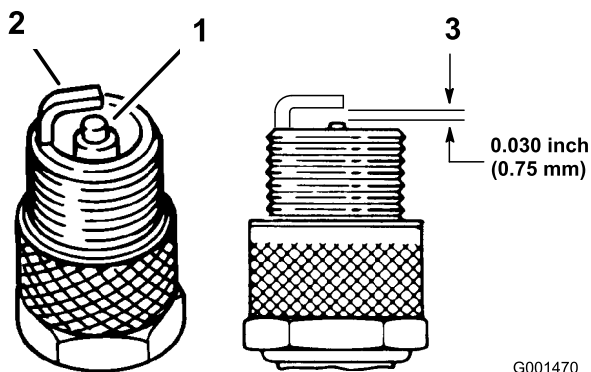

Figura 27
1. Controllate la parte centrale delle candele (Figura 27). Se l'isolatore è di color marrone chiaro o grigio, il motore funziona correttamente. Una patina nera sull'isolatore significa in genere che il filtro dell'aria è sporco.
3. Controllate la distanza tra gli elettrodi centrale e laterale (Figura 27). Piegare l'elettrodo laterale (Figura 27) se la distanza non è corretta.
3. Collegate i cappellotti alle candele (Figura 27).